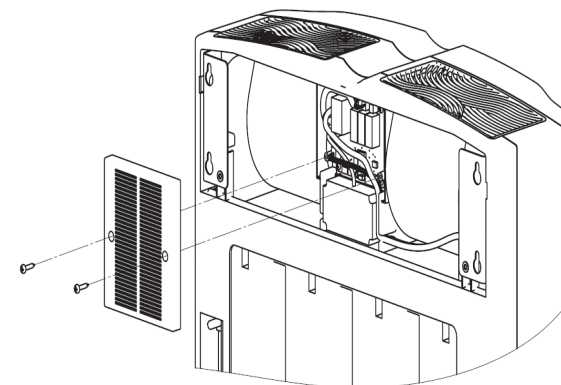

Рисунок 15. Крышка блока электрики
12. Открутите 2 винта, фиксирующие крышку блока электрики, и снимите ее (рисунок 15).